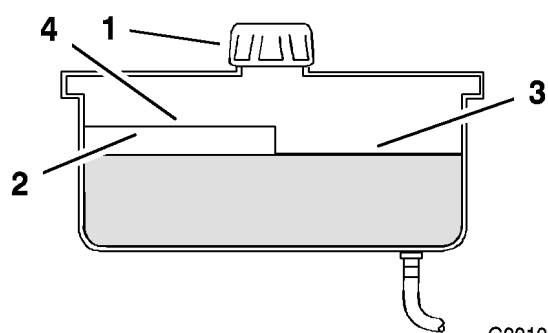

Figura 52
2. Limpie alrededor del cuello de llenado del depósito de aceite hidráulico (Figura 52).
3. Retire el tapón del cuello de llenado. Mire dentro para ver si hay aceite en el depósito (Figura 52).
- Nota:** El nivel de aceite debe llegar a la parte superior del nivel caliente del tabique cuando el aceite está caliente (Figura 52).